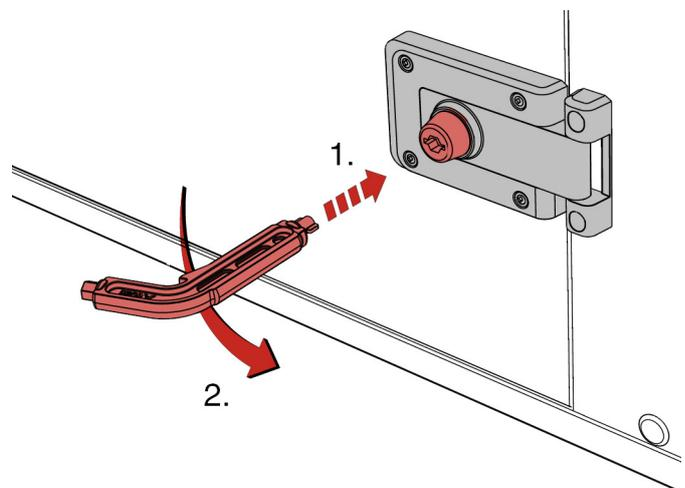

Abb. 49: Revisionstür mit Sicherheitsverschluss
- ▶ Den TROX Spezialschlüssel in den Verschluss stecken und bis zum Anschlag gegen den Uhrzeigersinn drehen (Abb. 49).